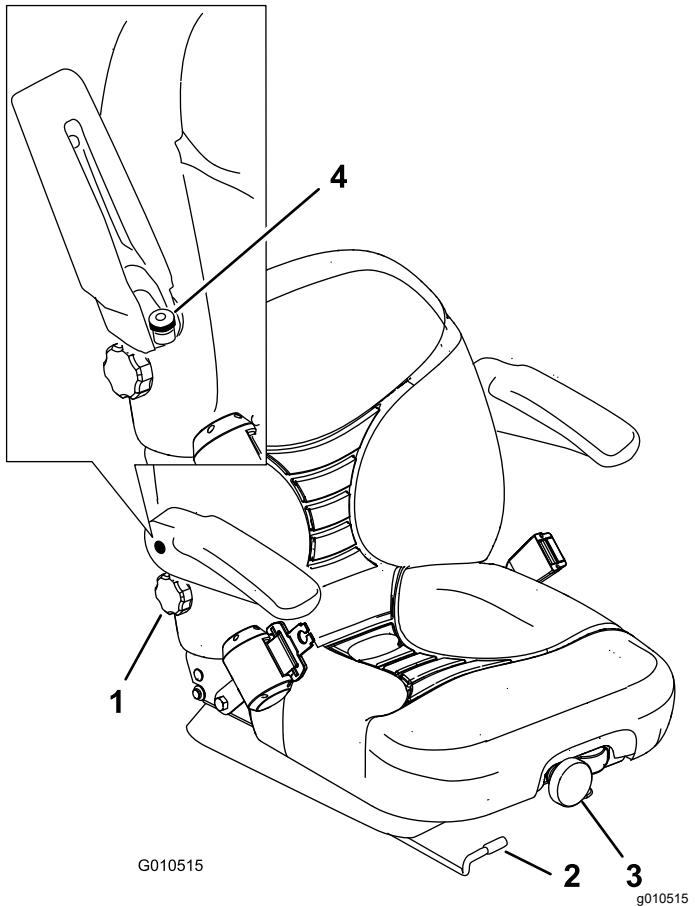

Bild 34
- Schieben Sie den Hebel zur Seite, um den Sitz zu entriegeln (Bild 34).
Drehen Sie das Handrad zum Verstellen an der Vorderseite solange, bis der gewünschte Komfort erreicht ist (Bild 34).
Drehen Sie zum Verstellen das Handrad unter der rechten Armlehne solange in eine Richtung, bis der gewünschte Komfort erreicht ist (Bild 34).
Heben Sie die Armlehne an und drehen Sie das Handrad in eine Richtung, um den gewünschten Komfort zu erreichen (Bild 34).